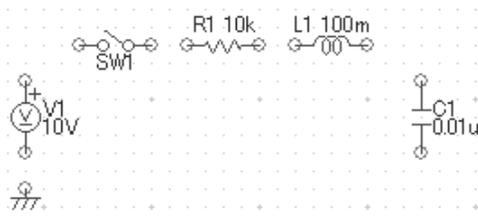
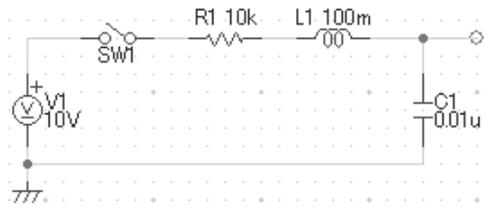

図1.10 回路素子の配置
図1.11 回路素子の接続
- ② 抵抗(アイコン：)の真上にカーソルを移動し、左クリックする。抵抗表示()を移動して回路図上に置く。次に、スペース・キーを押してコイル表示()にし、回路図上に置く。続けて、スペース・キーを押してコンデンサ表示()にし、キーボードから“R”キーを押して回転し、回路図上に置く(図1.10)。なお、抵抗は10[kΩ]、コイルは100[mH]、コンデンサは0.01[μF]が素子値としてデフォルトで設定されているが、再設定する必要がある(⑤で後述)。
- ③ 続いて、アイコン(, , )の真上にカーソルを移動し、左クリックして、順にDC電源(直
流電源、とアース()とスイッチ()を回路図上に置く(図1.10)。
- ④ 配線コード(アイコン; )あるいははんだごて(アイコン; )を移動し、左クリックして、図1.10の配置された回路素子をつないでRLC回路が動作するように接続する(図1.11)。